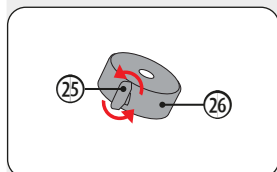

Fig. 12: Svitare la vite di fissaggio del contrappeso
2. Svitare la vite di fissaggio (25) dal contrappeso (26) (Fig. 12) finché non è più visibile attraverso il foro (Fig. 12).